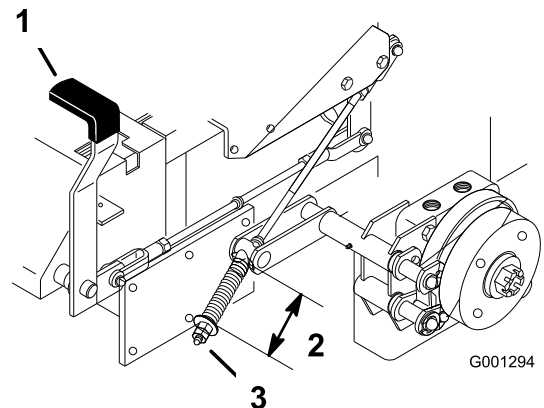

Figure 70
3. Mesurez la longueur du ressort (Figure 70).
4. Si un réglage est requis, desserrez le frein de stationnement, desserrez l'écrou de blocage situé sous le ressort et réglez l'écrou directement au-dessous du ressort (Figure 70).